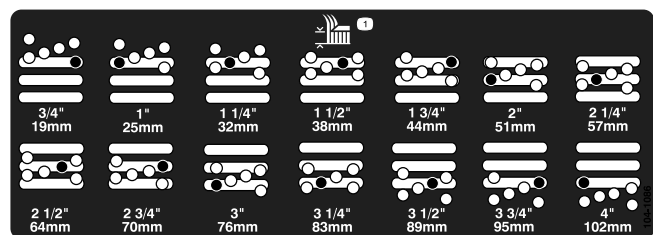

Bild 18
5. Stellen Sie die Kammer auf die gewünschte Schnitthöhe ein und setzen Sie das Distanzstück im gewünschten Schnitthöhenloch und -schlitz ein (Bild 18).